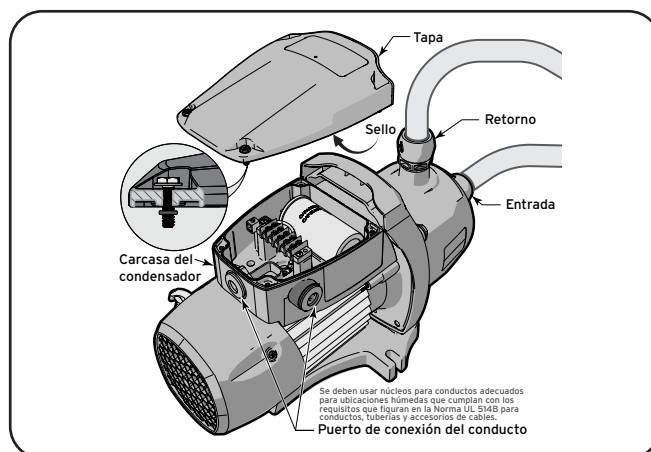

Figura 4. Extracción de la cubierta de acceso al sistema eléctrico
5. Afloje los 4 tornillos que fijan la cubierta de la carcasa eléctrica al cuerpo de la bomba sin retirarlos. Consulte la Figura 4.
1. Retire el tapón del puerto de conexión del conducto. Consulte la Figura 4.
5. Fije la cubierta de la carcasa eléctrica con 4 tornillos. Consulte la Figura 4.